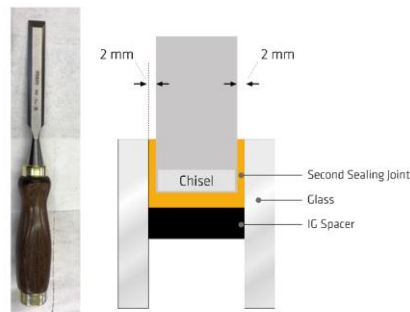

Abbildung 33: Stechbeitel und Stechbeiteldimension
3. Einen Stechbeitel mit einer Breite, die 1 – 2 mm kleiner als die Fugenbreite der Isolierglaseinheit ist, wählen (Abbildung 33).